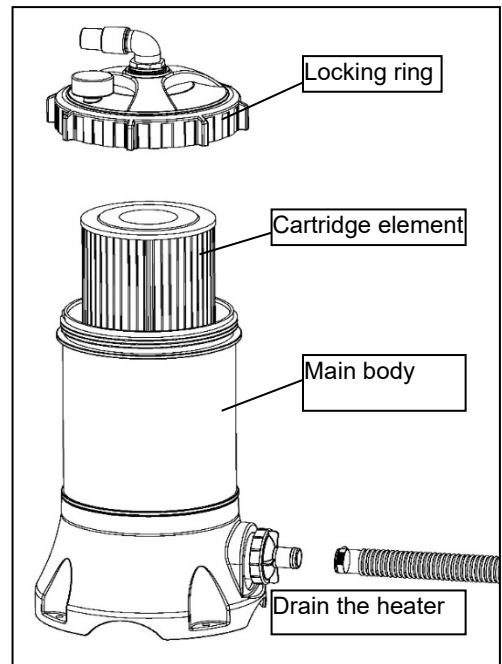

Bild 8 - Filtrets delar
4. Töm filtret på vatten genom att öppna förfiltrets klämma (om du vill rengöra förfiltret, Bild 8/Basket)
4. Sätt fast förfiltret (Basket & O-ring & Cover/Bild 8) och sugslangen (Drain/Bild 8) om du har avlägsnat dem.